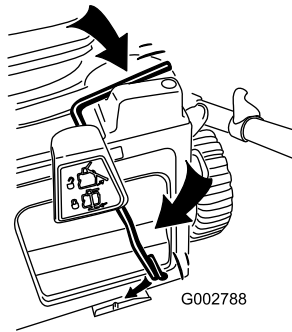

Figura 9
- Mueva la palanca hasta que se introduzca en la ranura del interruptor y se enganche en el clip de retención de la palanca (Figura 9).